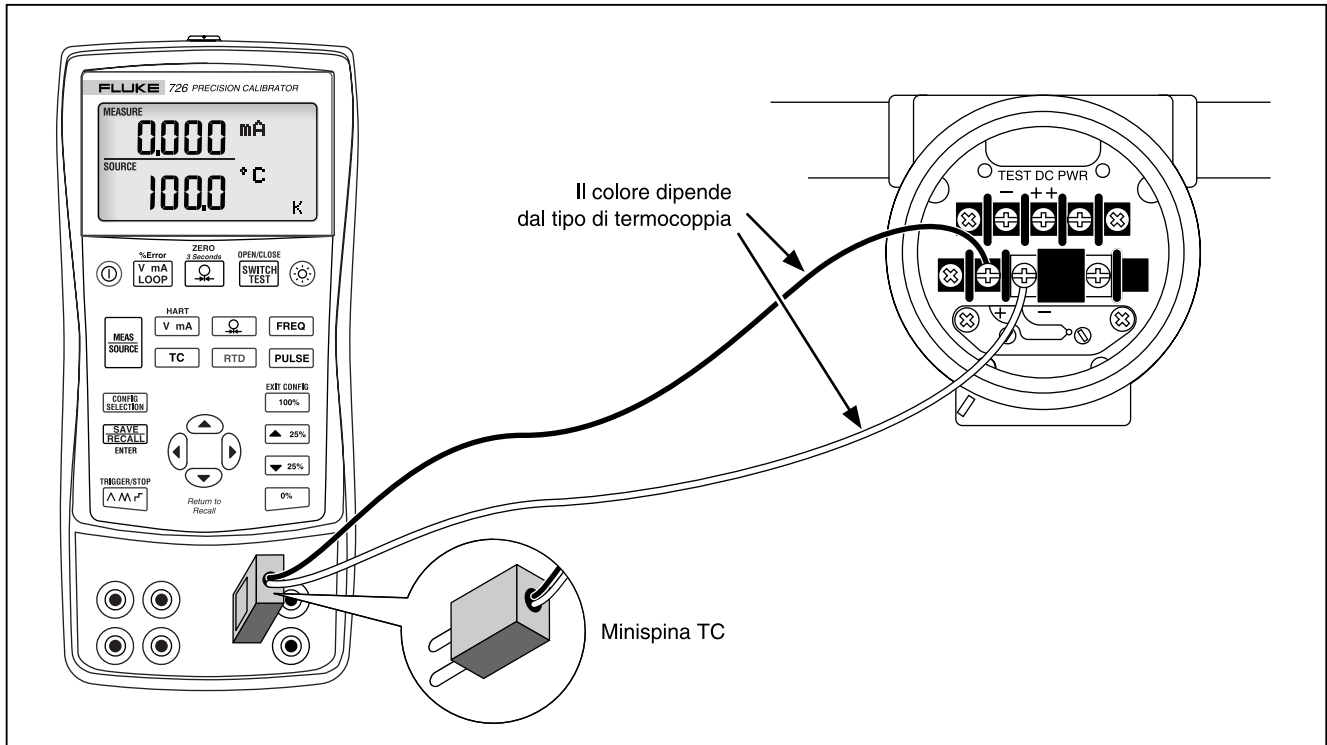

Figura 16. Connessioni per la simulazione di una termocoppia
La Figura 16 mostra questo collegamento. Per simulare una termocoppia, procedere come segue.
1. Collegare i conduttori della termocoppia alla minispina per termocoppie e inserire quest'ultima nel terminale di ingresso/uscita TC del calibratore, come indicato nella Figura 16.